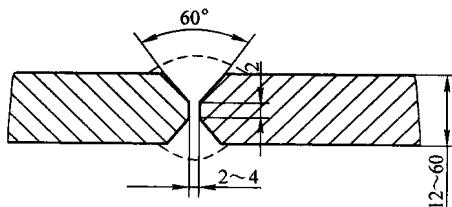

图 1-8 X形坡口
4) X形坡口常用于厚度在12~60mm板材的双面焊接，焊后的残余变形较小，如图1-8所示。